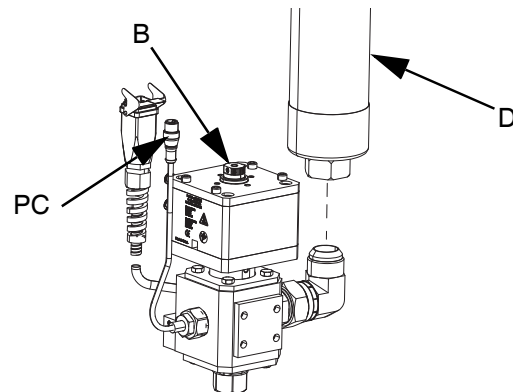

ABB. 21
- 7. Bei Verwendung von zwei Schläuchen den Versorgungsschlauch 2 (D) mit dem Einlassfitting am Dosierventil (B) verbinden. Bei Verwendung von nur einem Schlauch den Versorgungsschlauch 1 (C) mit dem Einlassfitting am Dosierventil (B) verbinden. Siehe ABB. 21.